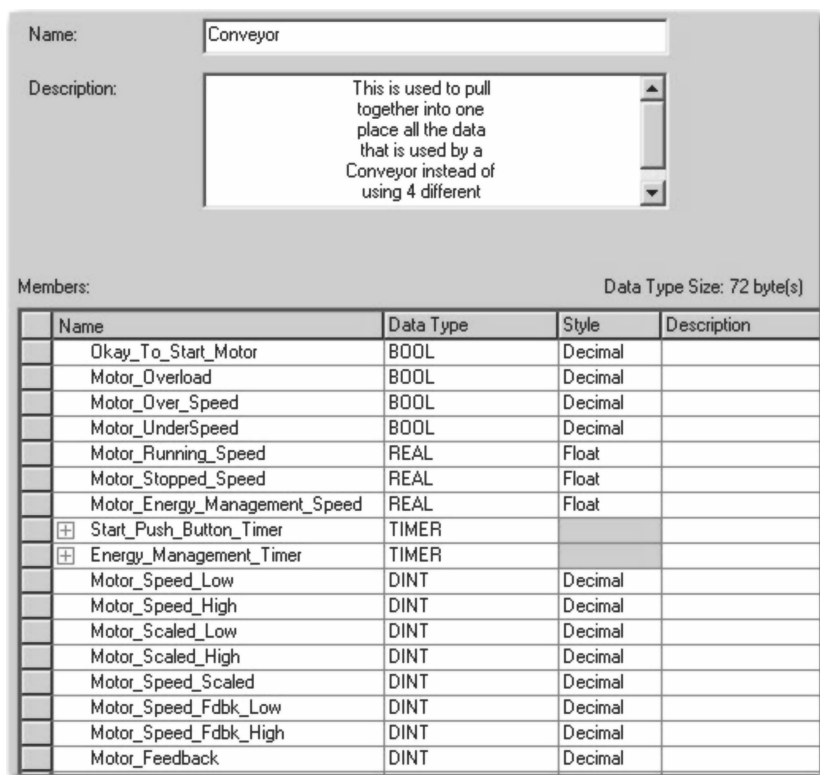

图 9-32 打开的 UDT 编辑器界面
28. 双击文字 Conveyor，如图 9-32 所示。这将为 Conveyor 数据类型打开 UDT 编辑器。